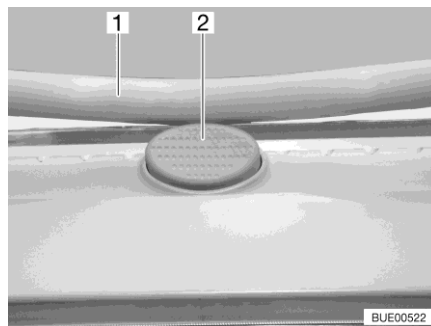

Bild 33 Låsknapp (uppfällbar taklucka)
- Tryck på låsknappen (Bild 33,2) och dra ner bygeln (Bild 33,1) med båda händerna.
- Tryck bygeln uppåt med båda händerna tills bygeln ligger ovanför låsknappen (Bild 33,2).